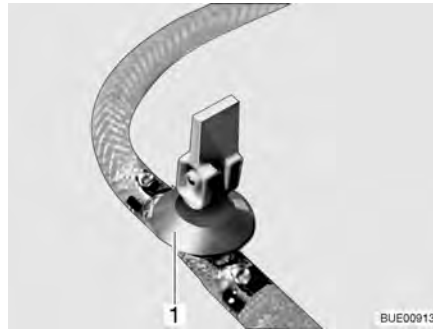
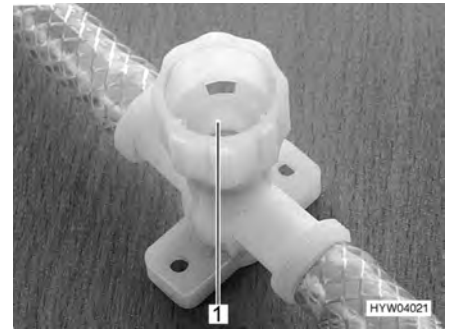

Fig. 159 Rubinetto di scarico (con leva a bilancere)
Fig. 160 Rubinetto di scarico (con tappo a vite)
- Chiudere tutti i rubinetti di scarico. Mettere la leva a bilanciere del rubinetto di scarico (Fig. 159,1) orizzontale o chiudere il coperchio del rubinetto di scarico (Fig. 160,1) in senso orario.